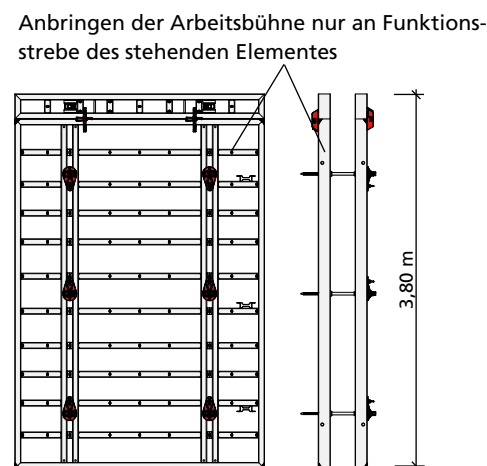

Abb. 68.3
■ Wird mit einem maximal 30 cm breiten Element liegend aufgestockt bis 3,80 m Höhe (Abb. 68.3), muss das aufgestockte Element nicht geankert werden, sofern die Arbeitsbühne am Element darunter befestigt wird. Wird die Bühne jedoch am aufgestockten Element befestigt, ist die oberste Ankerlage zu verwenden. Bei dieser Konfiguration kann alternativ eine Uni-Kralle mit einem Ankerstab und einer Flanschmutter 100 verwendet werden.